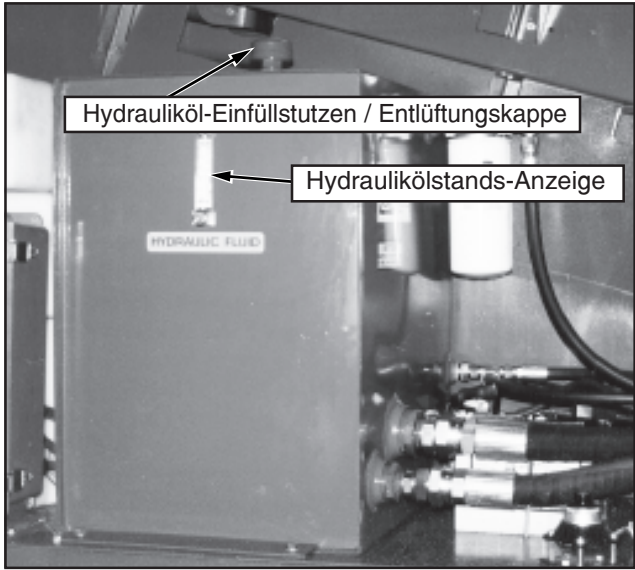

Abbildung 12: Hydrauliköltank
- Den linken Deckel des Drehgestells öffnen und den Ölstand am Schauglas ablesen, wobei der Ausleger in Ausgangsstellung und eingefahren sein muß. Der Motor kann dabei laufen oder stehen (siehe Abbildung 12).